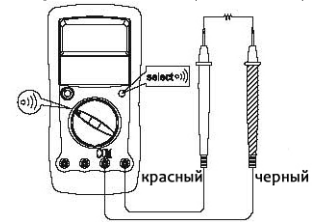

Рис.6.
10.2.3. Измерение проводимости (См. Рис.6.)